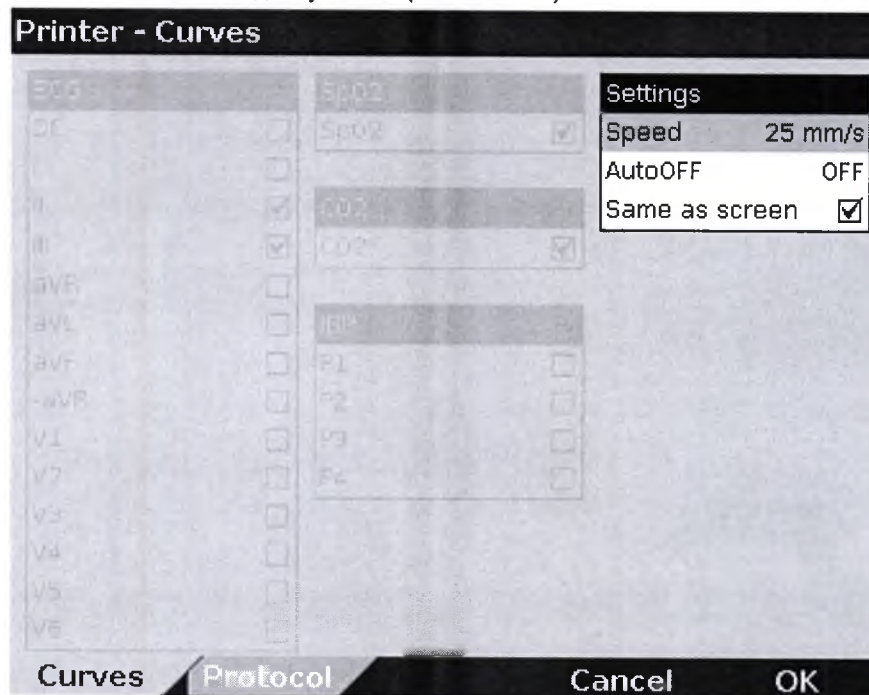

Рис. 7-6 Настройка принтера "Same as screen" (то же, что на экране)
4. Если установлен флажок "Same as screen" (то же, что на экране), печатаются кривые, отображаемые на экране в текущий момент. Остальные области диалогового окна конфигурирования затемняются и становятся недоступными (см. Рис. 7-6).